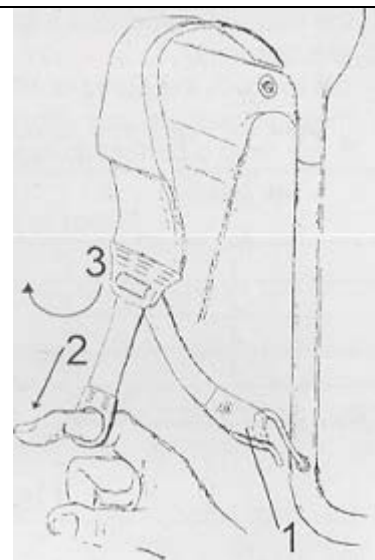

Рисунок 5. Ремни.
1. Прикрепите ремни к раме, используя фабричные крепления (рисунок 5, номер 1), но не при помощи пластиковых колец.
2. Ослабьте ремни, приподняв пластиковую пряжку вверх (рисунок 5, направление 3).
5. Зафиксируйте ремни, потянув за пластиковое кольцо (рисунок 5, направление 2).
В случае возникновения непредвиденной опасности вы можете быстро сбросить распылитель, ослабив ремни (рисунок 5, направление 3).